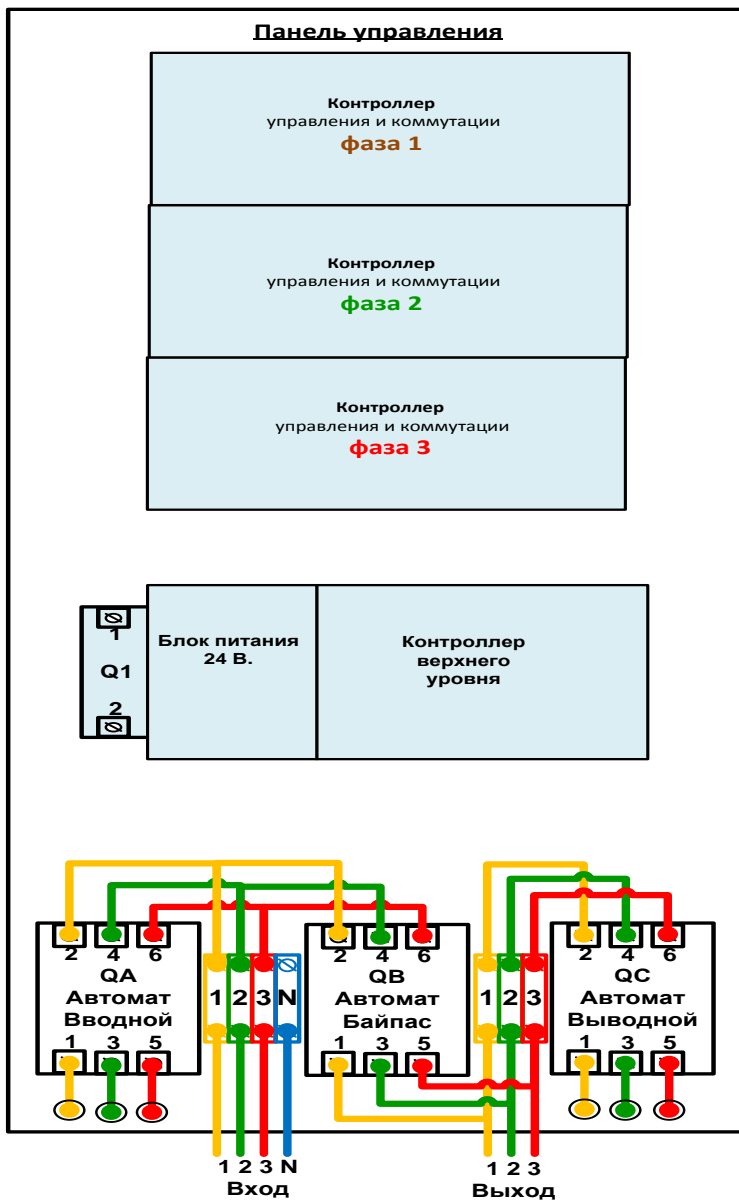

Рис. 6.Общий вид панели управления. Подключение и система «ручной Байпас».
Общий вид панели управления устройством приведен на рис. 6.
3.3.3 Подключить устройство в соответствии со схемой на рис.6.